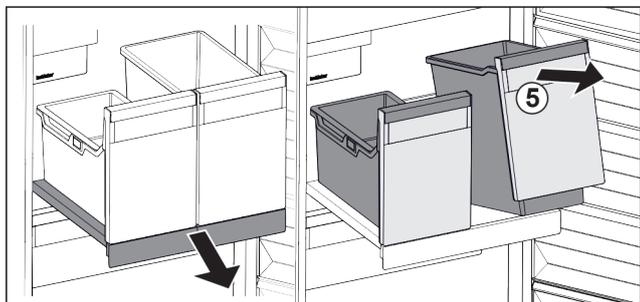

Fig. 99
- ▶ Soulever les bacs Fig. 99 (5) par l'avant.